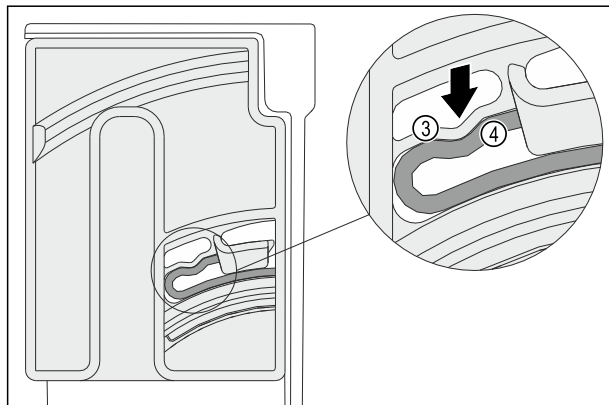

Fig. 127
- Еластичният елемент Fig. 127 (3) на завъртащото устройство се фиксира с щракване в кръглата форма на реброто Fig. 127 (4).